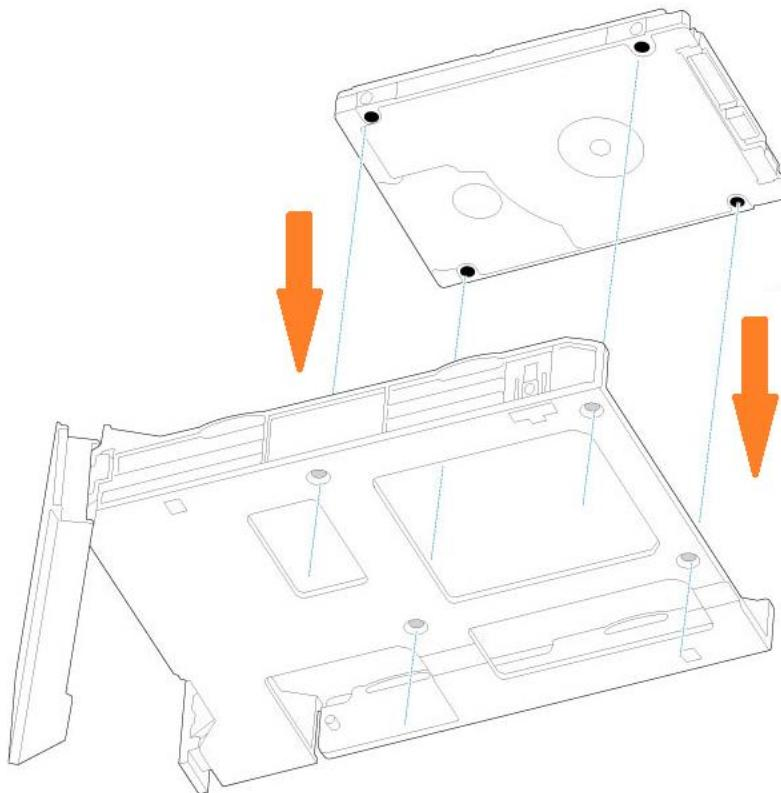

Рисунок 82 - Совмещение отверстия для винтов
- 4.5) Совместить отверстия для винтов на лотке жестких дисков с отверстиями для винтов внизу 2,5-дюймового жесткого диска или твердотельного накопителя (см. Рисунок 82).